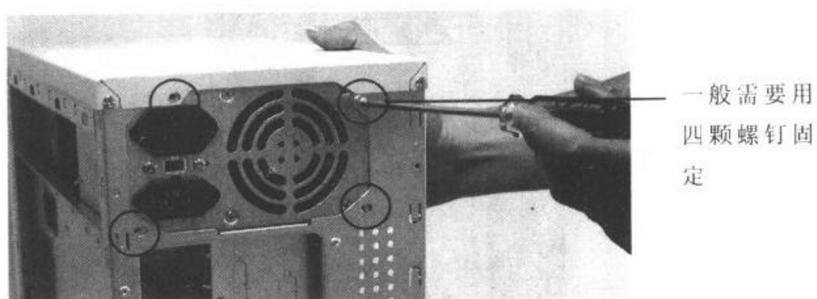

图 2-12 找出对应的螺钉（螺纹较宽）拧上
(7) 将机箱后方电源与机箱连接部分的螺钉拧上, 如图 2-12 所示。